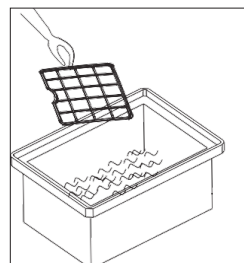

Fig. 3
3. Sciacquare il filtro aria sotto l'acqua corrente (Fig. 3).